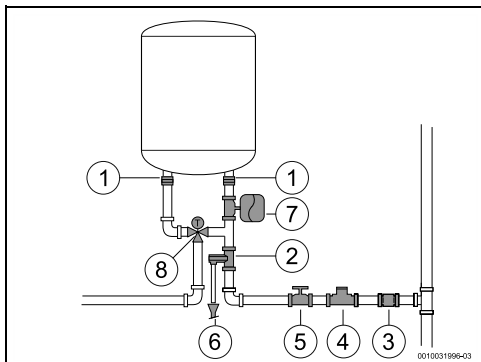

Fig. 14 Ligação de água
- instalar uma válvula redutora (Fig. 14, [4]). A válvula de descarga vai atuar sempre que a pressão da água no aparelho for superior a 8 bar ($\pm 0,5$ bar), pelo que é necessário prever uma forma de canalizar o escoamento dessa água.
- instalar um vaso de expansão (Fig. 14, [7]) para evitar que a abertura da válvula de descarga seja tão frequente. O volume do vaso de expansão deve ser o equivalente a 5% do volume do aparelho.